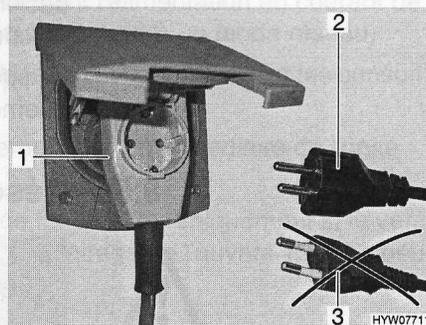

Fig. 101 Raccordement à un adaptateur coudé avec prise de courant
- ▶ Lors de l'utilisation d'un adaptateur coudé CEE 17 muni d'une prise à l'arrière (Fig. 101,1), se servir uniquement d'un connecteur en caoutchouc et scellé IP 44 avec contact de mise à la terre (Fig. 101,2). Ne pas utiliser de connecteur sans contact de mise à la terre (Fig. 101,3).